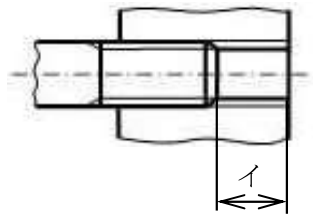

図3
- (2) ①ブラケットの穴あけをする箇所にポンチで印をつけよ。
- (3) ①ブラケットのア部の内径と②高ナットの全長についてノギスを使って100分の5mmまで測定し、解答用紙に記入せよ。
- (4) **図1**のように①ブラケットに②高ナットと③ボルトを手では緩まない程度に、適切なスパナを用いて組み付けよ。また、②高ナットの反対側からボルトのねじ端までの深さ（**図3**のイの部分）をノギスのデプスバーを使って100分の5mmまで測定し、解答用紙に記入せよ。